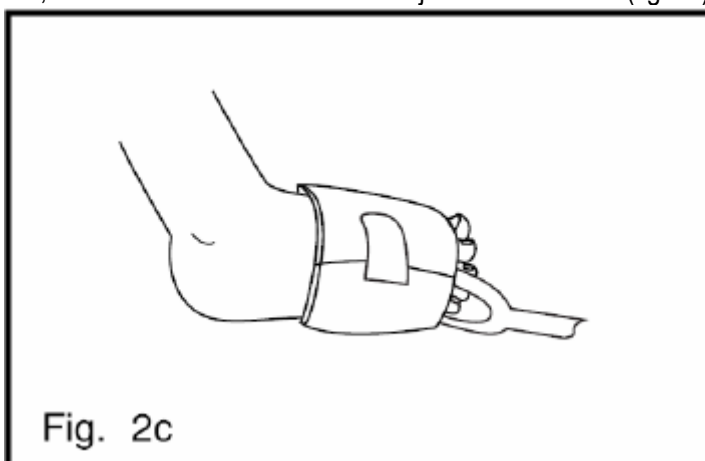

Fig. 2c
7. Verifique se o sensor está corretamente posicionado e reposicione-o, se necessário. Para garantir a exatidão dos dados, é necessário cobrir totalmente a janela do detector (fig. 2c).